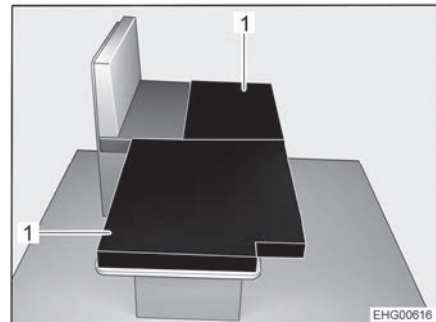

Bild 82 Nach dem Umbau
- Die beiden Zusatzpolster (Bild 82,1) wie abgebildet auf den abgesenkten Tisch legen.